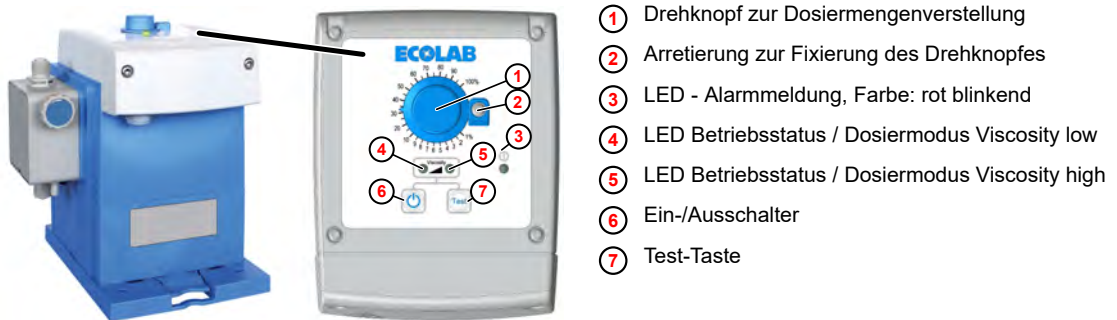

Abb. 15: Bedienfeld EcoPro
1. Die Pumpe wird über den Ein/Aus- Taster  (Abb. 15 , 6) ein-, bzw. ausgeschaltet.
Je nach gewähltem Dosiermodus leuchtet oder blinkt entweder die linke LED (Abb. 15 , 4 , Viscosity low) oder die rechte LED (Abb. 15 , 5 , Viscosity high).